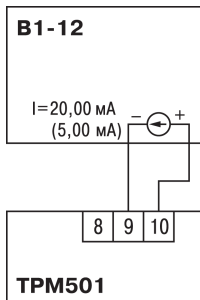

Рисунок 8.3 – Схема подключения
1. Подключить ко входу (клеммы 8 – 10, см. рисунок 8.3) прибора вместо датчика дифференциальный вольтметр В1-12, включенный в режиме калибратора тока.